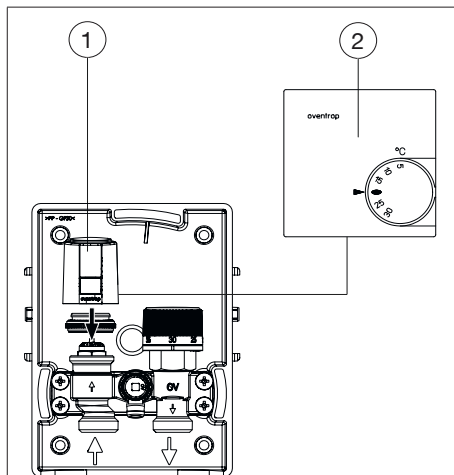

Fig. 11: Montage du thermostat d'ambiance avec moteur
3. Vissez le moteur (voir Fig. 11, page 58 (2)) sur le robinet. Insérez le câble par le perçage dans le boîtier encastrable (voir 6.1, page 55).
| Fig. 11: Montage du thermostat d'ambiance avec moteur .....                                                      | 58 |